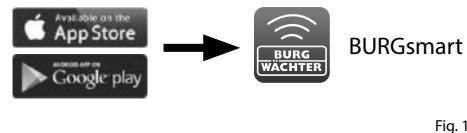

Fig. 1
- ① Pour pouvoir configurer votre nouveau système de verrouillage, vous devez commencer par télécharger l'application *BURGsmart*. Vous la trouverez dans l'iOS App Store ou le Google Play Store (Fig. 1).